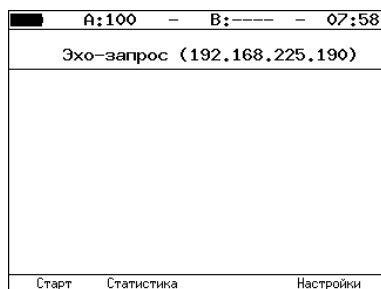

Рис. 7.59. Меню «Эхо-запрос»
- Перейти в меню «Эхо-запрос» (см. рис. 7.59). Нажать на клавишу **F4** («Настройки»).